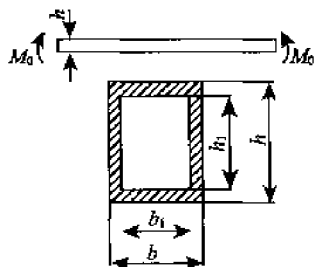

图 1-1
1. 梁的截面为对称的空心矩形,两端受力偶矩 M_0 作用,如图 1-1 所示。该梁的抗弯模量 W 为_____。